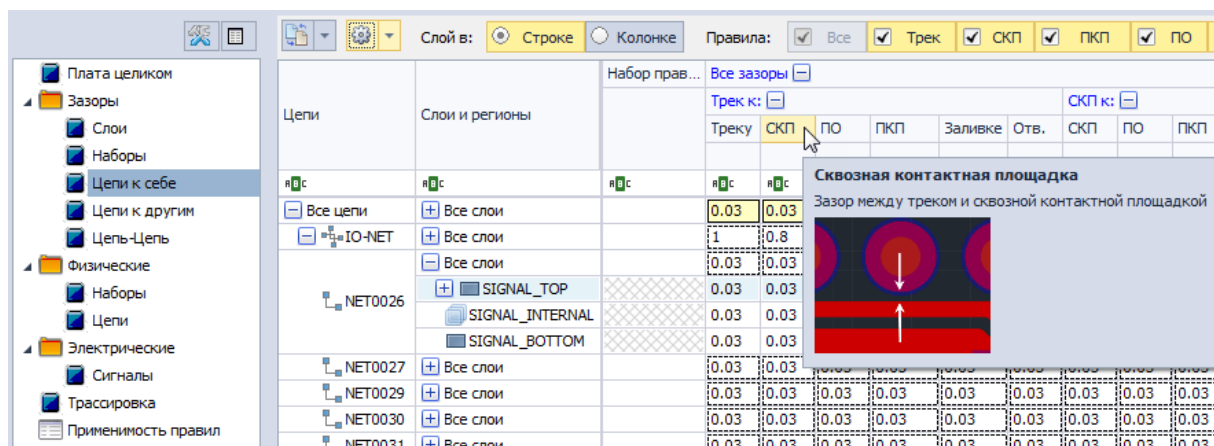

Рис. 5 Зазор между треком и сквозной контактной площадкой
- Зазор между треком и СКП одной цепи обозначается как «Треку к СКП», см. Рис. 5, и определяет область вокруг СКП, в которой не может присутствовать какой-либо элемент трека.